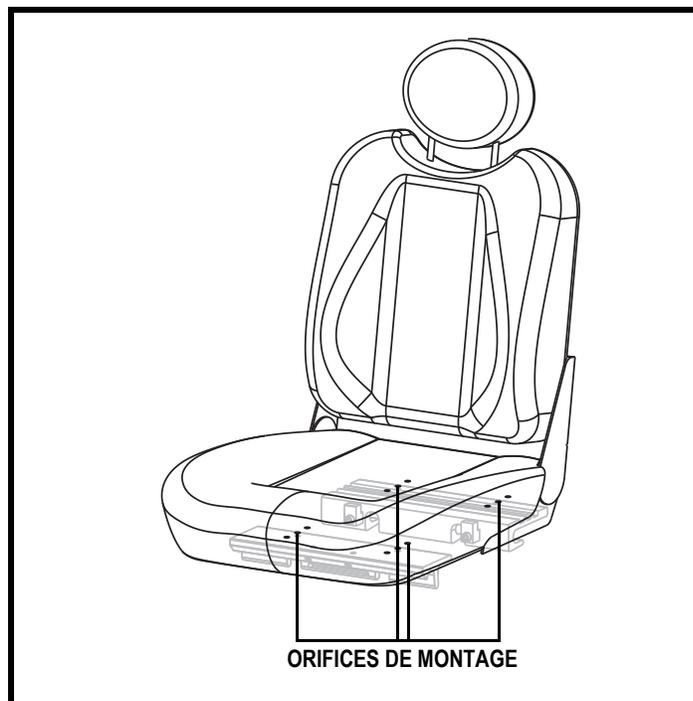

Figure 16. Position du siège
6. Repositionnez les montants dans un ensemble différent d'orifices de montage. Vous devez régler les montants en ayant un nombre identique d'orifices devant et derrière la fixation sur chaque montant. **Voir la figure 16.**